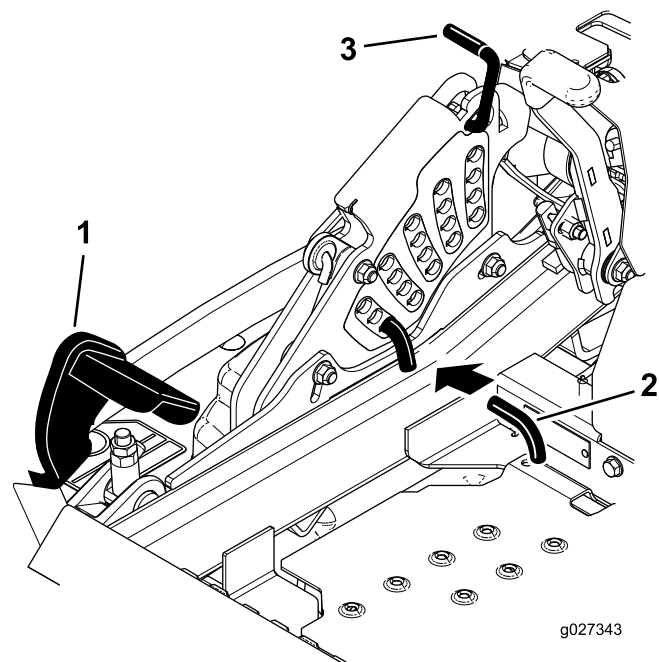

Figure 30
2. Appuyez sur la pédale de levage du tablier avec le pied et levez le tablier en position de transport (qui est aussi la position de hauteur de coupe de 140 mm [5½ po]), comme montré à la Figure 30.
3. Pour changer de hauteur de coupe, tournez la goupille de 90 degrés retirez-la du support de hauteur de coupe (Figure 30).
4. Placez la goupille dans le trou du support correspondant à la hauteur de coupe voulue (Figure 30).